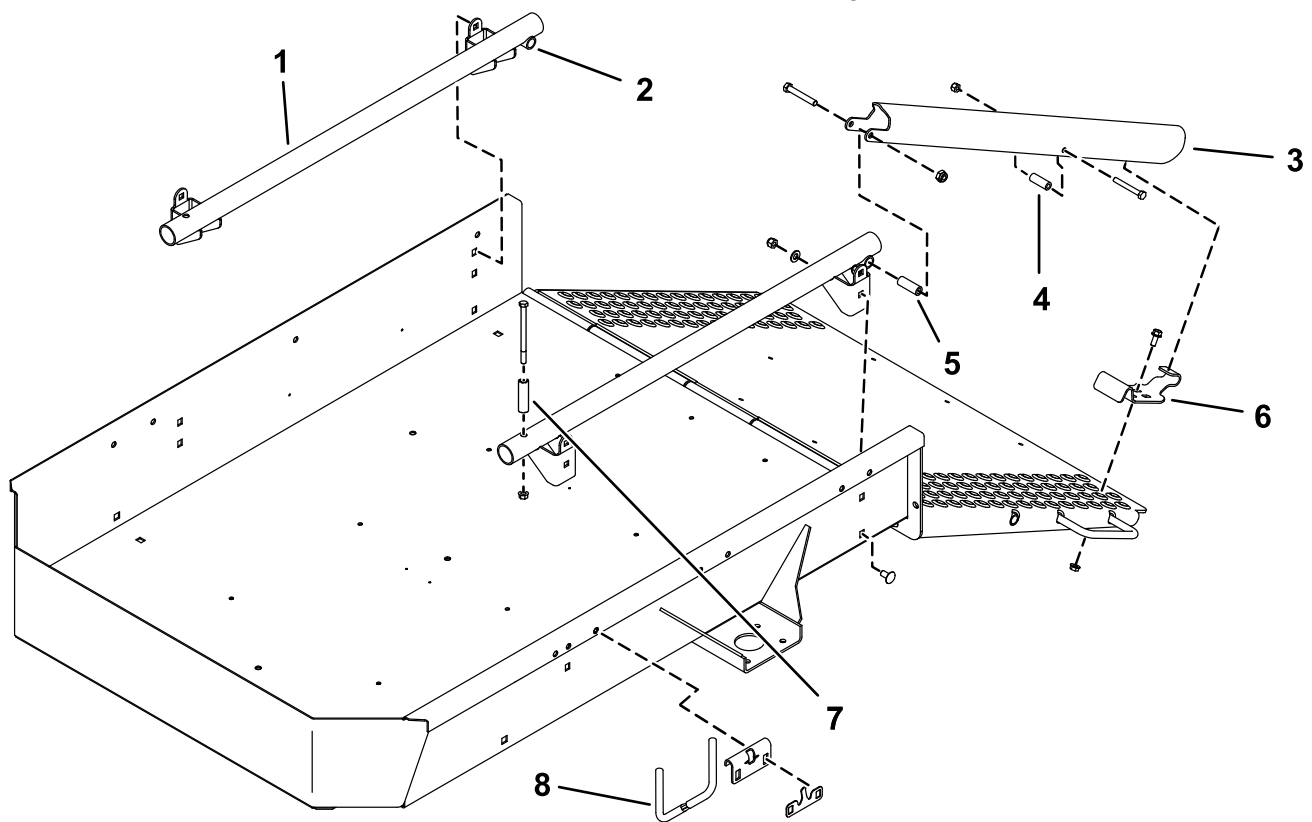
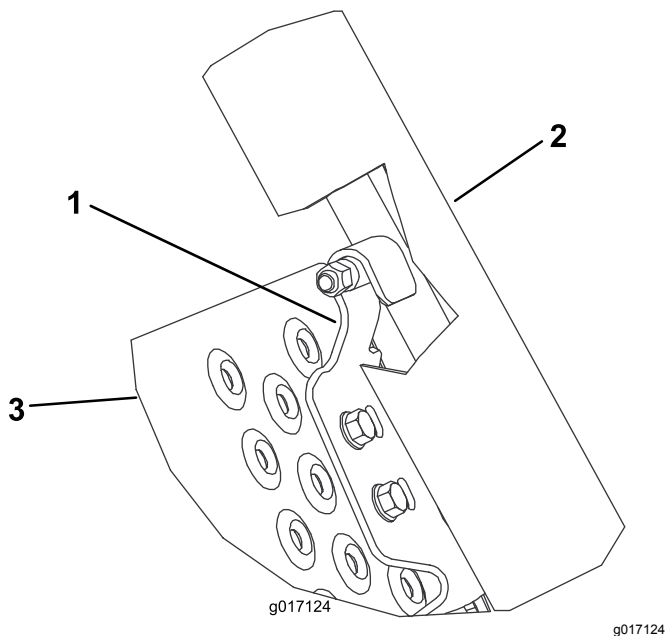

Bild 2
Bild 4
5. Befestigen Sie die Rohrbefestigungshalterungen mit vier Schlossschrauben, Flachscheiben und Sicherungsmuttern in den rechteckigen Löchern an jeder Seite des Anhängers (Bild 2). Positionieren Sie die Rohre so, dass die Querrohre hinten sind.
6. Montieren Sie eine Laderampe mit einer Kopfschraube ($\frac{3}{6}$ " x $2\frac{1}{2}$ "), einem Distanzstück und einer Sicherungsmutter hinten an jedem Rohr (Bild 2).
7. Stecken Sie eine Sechskantschraube durch jedes mittlere Loch in den Laderampen und durch die zwei Gummirohre (Bild 4).
8. Positionieren Sie eine Riegelhalterung so an jeder Seite der Rampe, dass sie mit der Unterseite der Laderampen ausgefluchtet, in den beschichteten Stiften in den Laderampen eingerastet und mit den Löchern in der Rampe ausgefluchtet ist (Bild 2 und Bild 4). Nur ein Satz
9. Befestigen Sie jede Riegelhalterung lose mit Bundbolzen (5/16" x 3/4") und Bundmuttern an der Rampe (Bild 2 und Bild 4).
10. Heben und arretieren Sie die Rampe. Stellen Sie die Riegelhalterungen so ein, dass sie in den Stiften eingerastet sind, und ziehen Sie die Bundbolzen und Bundmuttern an (Bild 2 und Bild 4).
11. Befestigen Sie die schmalen Radstangen nach oben zeigend mit den in Schritt 4 entfernten Halterungen und Befestigungen in den Befestigungslöchern in jeder Seite des Anhängers (Bild 2).